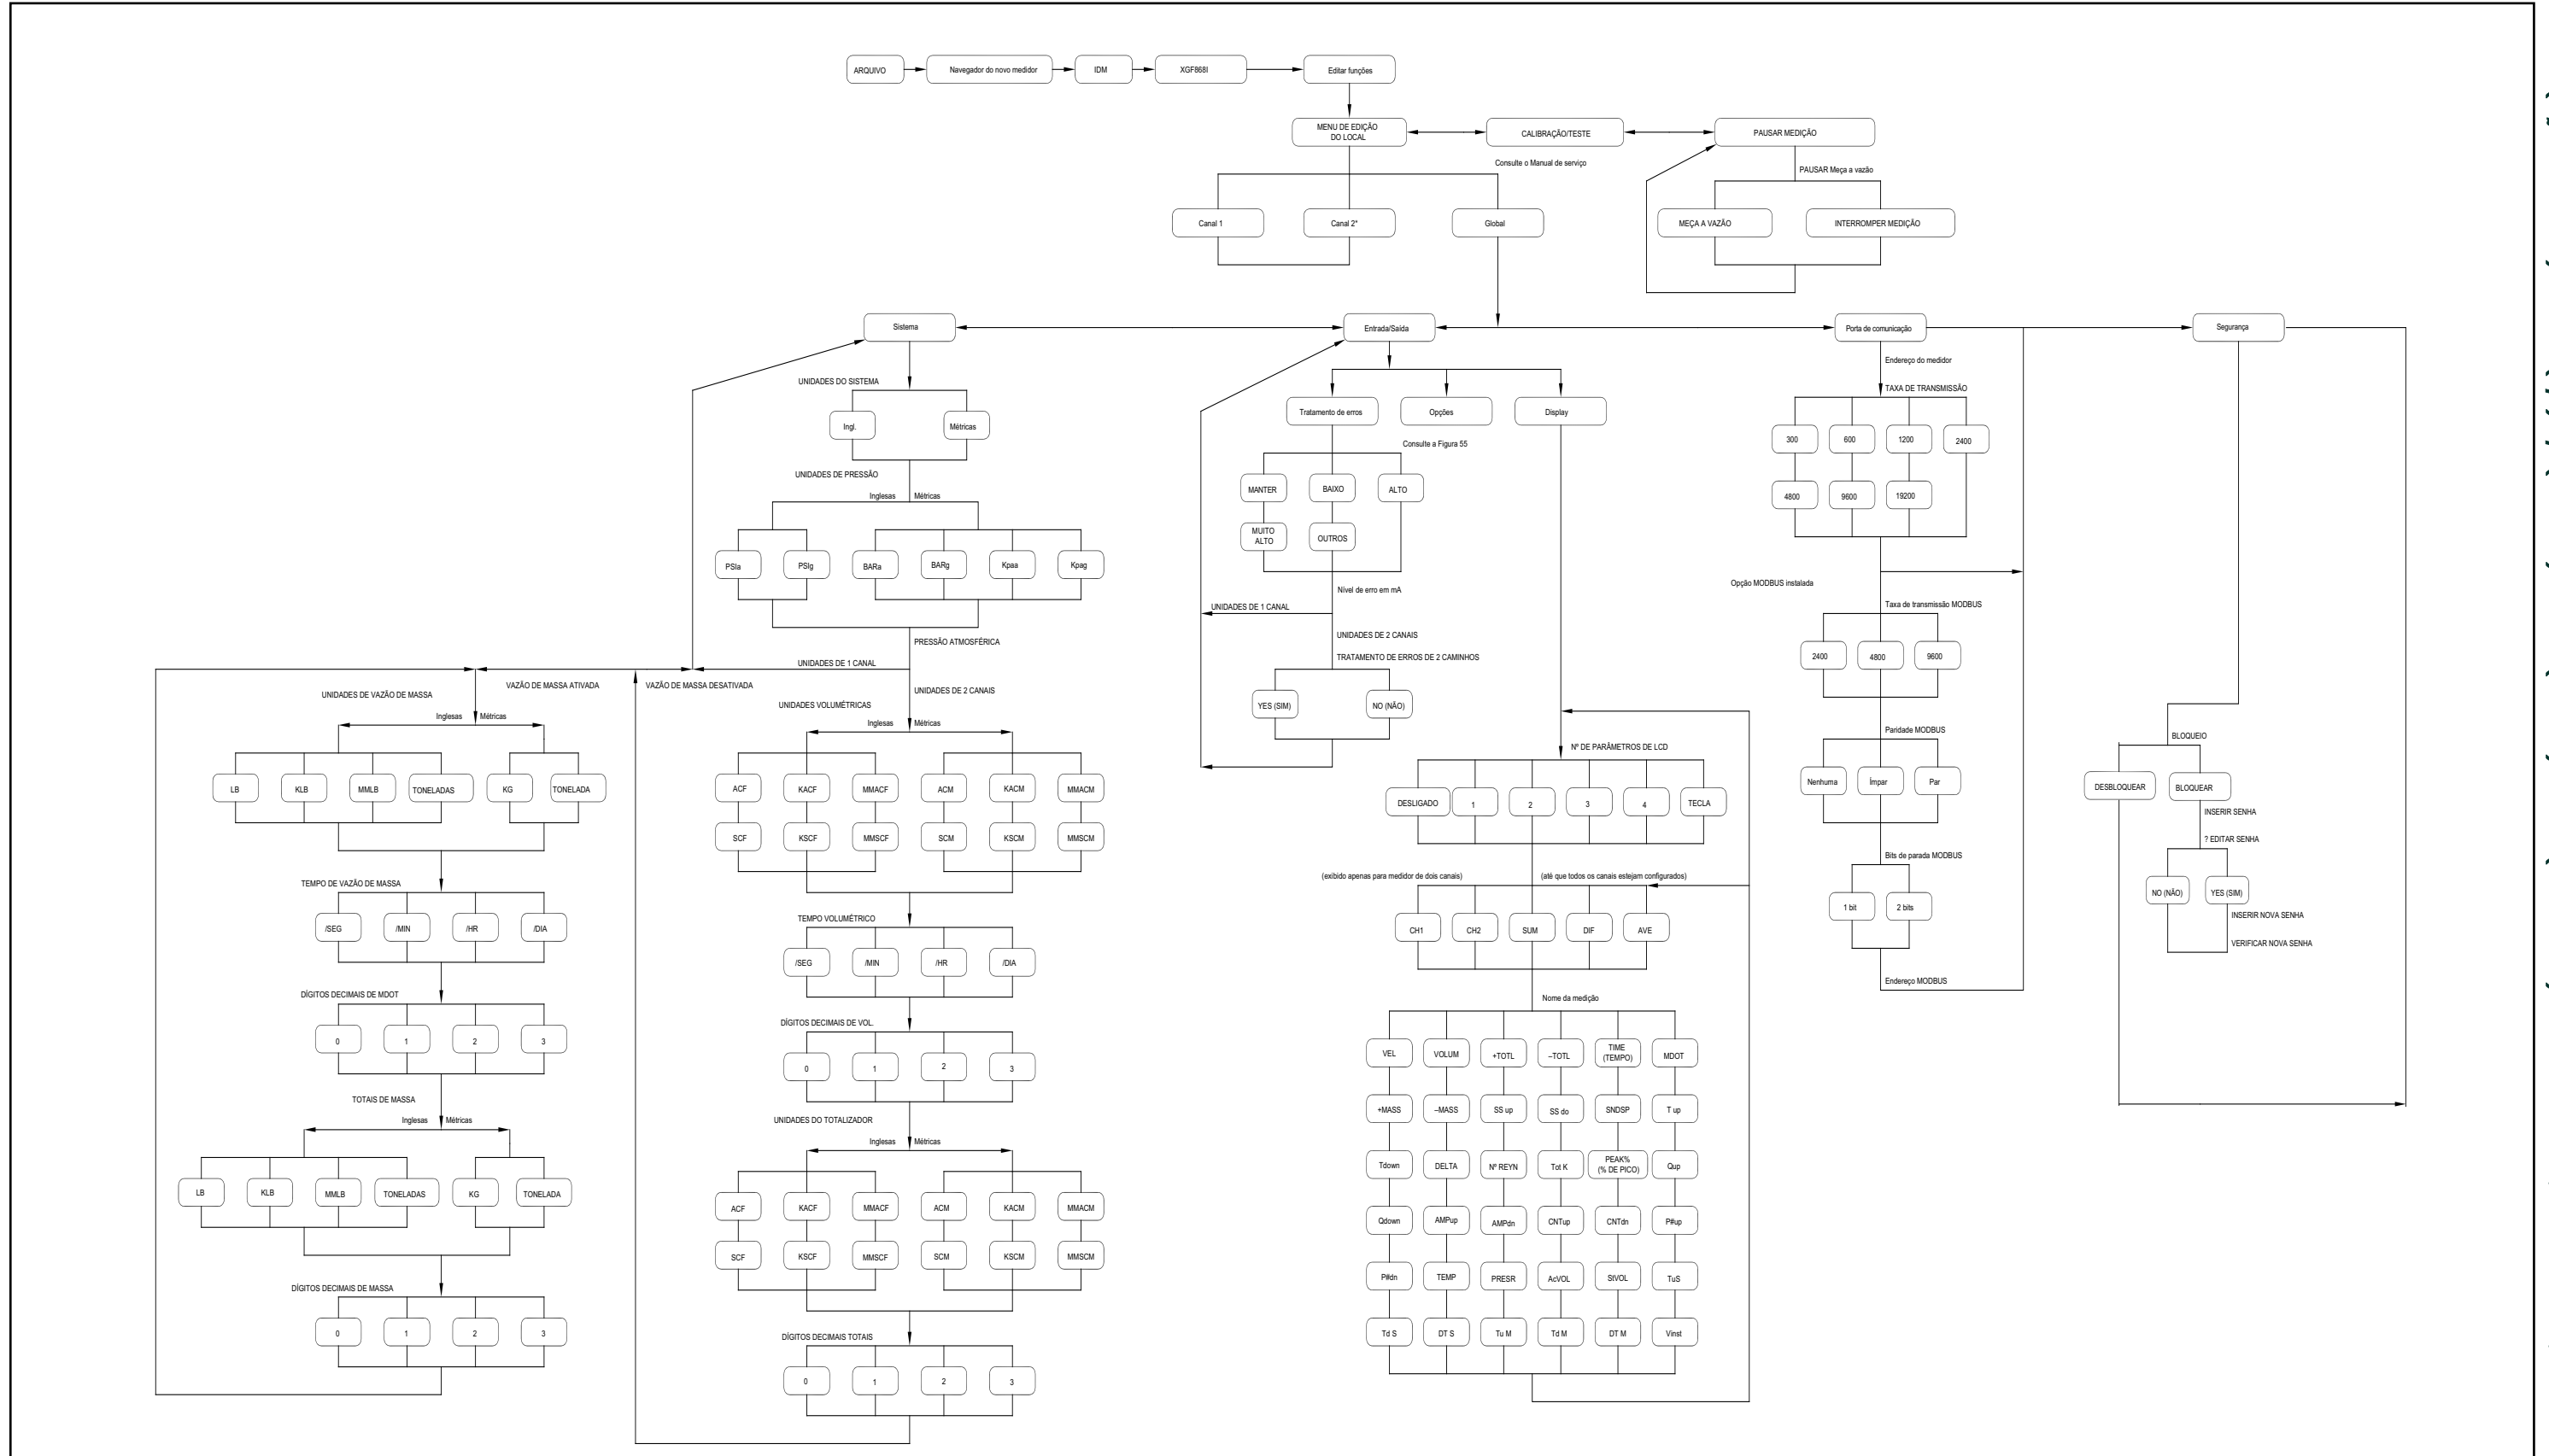

Figura 57: PanaView - Menus PROG (PROGRAMA) > GLOBL (GLOBAL) > SYSTEM (SISTEMA), I/O (E/S) e COMM (COMUNICAÇÃO)
Ao concluir essas instruções, consulte o mapa de menus na Figura 57 na página 115.
- Figura 57, "PanaView - Menus PROG (PROGRAMA) > GLOBL (GLOBAL) > SYSTM (SISTEMA), I/O (E/S) e COMM (COMUNICAÇÃO)", na página 115